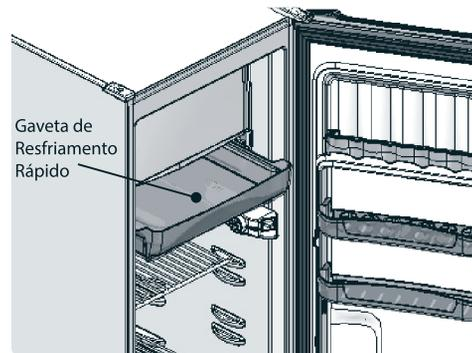

Fig. 7
**!** Somente retire a gaveta de resfriamento rápido após o degelo do refrigerador (Fig.7).
- 6 | A água proveniente do degelo fica armazenada na gaveta de resfriamento rápido (Fig.7), abaixo do congelador. Para retirar a água, remova a bandeja e despeje a água em um local apropriado.